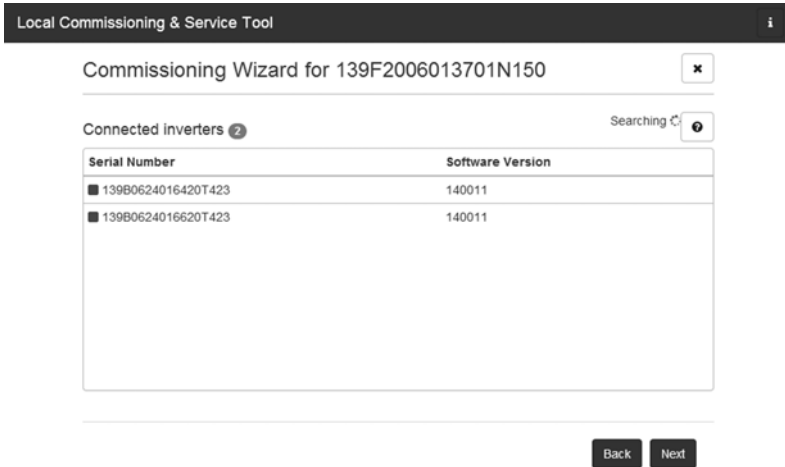

図 11 LCS ツール - 接続されているパワーコンディショナのリスト
- 選択した Inverter Manager で認識されたパワーコンディショナのリストが表示されます（図 11 を参照）。